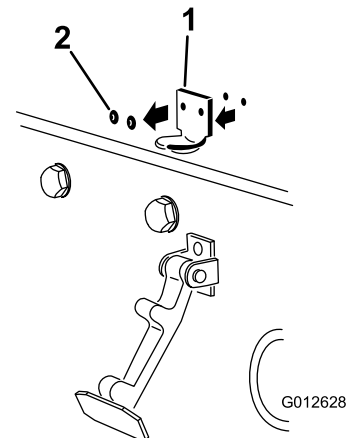

Figure 5
2. Retirez les 2 rivets qui fixent le support du loquet au capot (Figure 5).